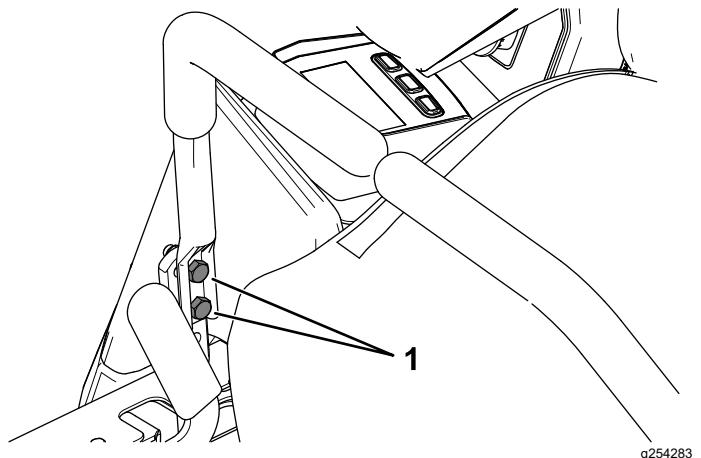

Figure 48
10. S'il est nécessaire d'ajuster l'alignement, desserrez les 2 boulons de montage du levier de commande de déplacement du côté mal aligné (Figure 48).
12. Serrez les 2 boulons de montage du levier de commande de déplacement (Figure 48).